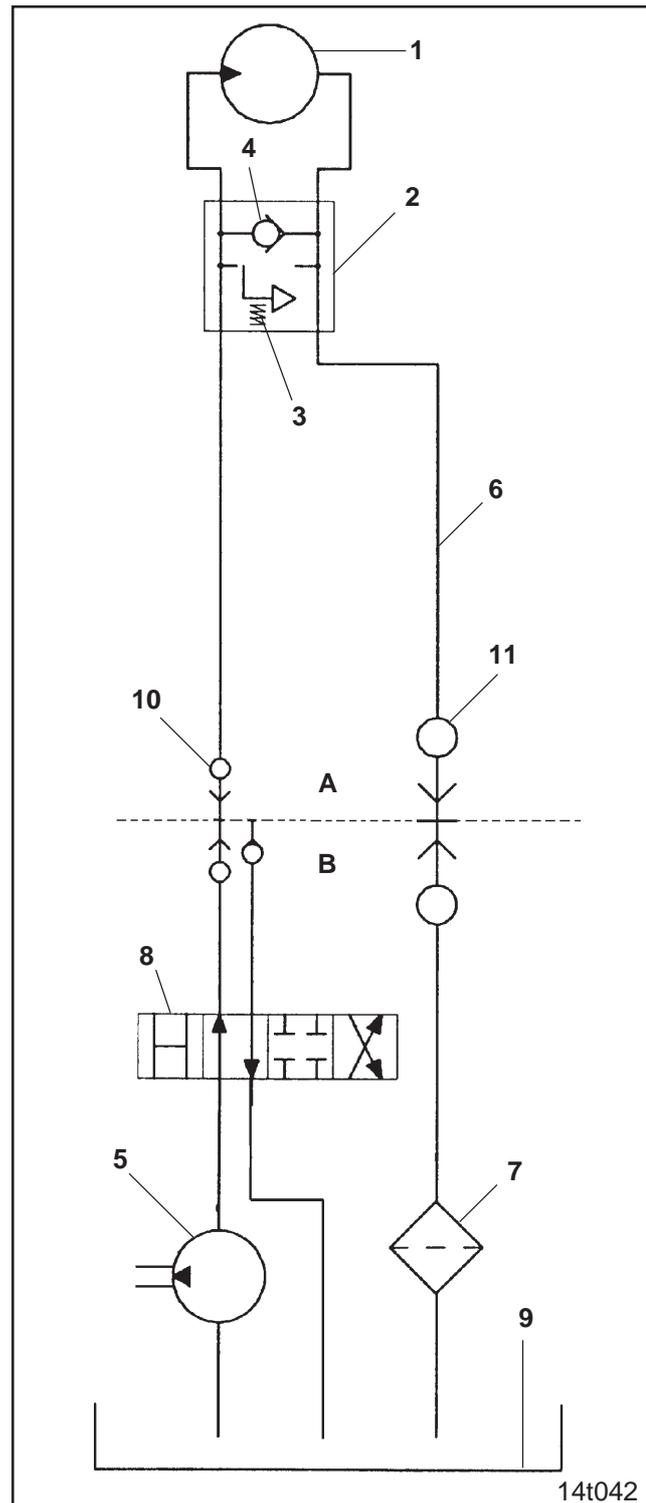
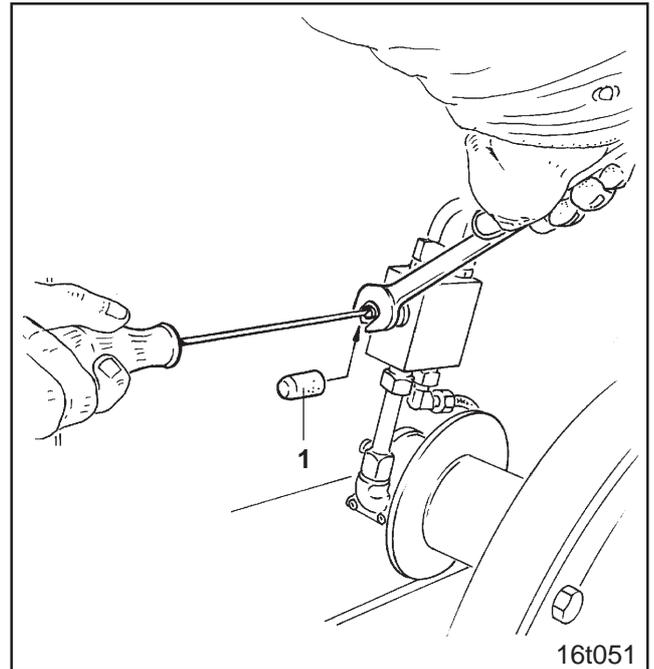

Fig. 7.2
Fig. 7.3
Pour pouvoir entraîner la turbine à l'aide d'un moteur hydraulique (fig. 7.2/1), raccordez ce dernier au circuit hydraulique du tracteur en vous basant sur le schéma de branchement fourni au chap. 7.2.
Réglez le régime de rotation de la turbine à l'aide de la valve de limitation de pression (fig. 7.3 et/ou fig. 7.2/3) ou à l'aide du régulateur de débit d'huile du tracteur (voir ci-dessous).
Pour régler le régime de la turbine au moyen de la valve de limitation de pression (fig. 7.3 et/ou fig. 7.2/3) :
- Ôtez le capuchon (fig. 7.3/1).
Après réglage, bloquez la valve à l'aide du contre-écrou et remettez en place le capuchon (fig. 7.3/1).
Pour les tracteurs possédant une pompe hydraulique à débit variable, le débit d'huile requis se règle au régulateur de débit d'huile du tracteur, et il faut régler la valve de pression (fig. 7.2/3) de telle manière que le débit d'huile soit le plus faible possible. En utilisant des débits d'huile plus élevés que nécessaire, la valve de pression dérive en retour dans le réservoir d'huile les quantités en excédant ce qui a pour effet d'échauffer l'huile du circuit inutilement.
| N° | Désignation (voir figure 7.2) |
Côté pression, le moteur hydraulique de la turbine (fig. 7.2/1) peut être raccordé à un distributeur simple effet ou double effet (fig. 7.2/8).
Pour éviter tout risque de dommage au moteur hydraulique de la turbine, la pression dans le circuit de retour (fig. 7.2/6) ne doit en aucun cas excéder 10 bar. Pour satisfaire à cet impératif, n'opérez pas le raccordement sur le distributeur (fig. 7.2/8), mais effectuez le raccordement sur un circuit de retour libre équipé avec une prise d'huile à débit plus élevé (fig. 7.2/11)! S'il s'avère
L'huile doit être acheminée en un point quelconque à condition de passer par une cartouche filtrante (fig. 7.2/7).
Le clapet anti-retour (fig. 7.2/4) a pour effet de permettre à la turbine de continuer à tourner dès que le distributeur (fig. 7.2/8) est fermé.
Un débit d'huile élevé combiné à une capacité réduite du réservoir d'huile favorise l'échauffement rapide de l'huile du circuit hydraulique. Le réservoir d'huile (fig. 7.2/9) devrait avoir une capacité de 60 litres au minimum. Si ce n'est pas le cas, il est indispensable en cas d'échauffement trop élevé, de faire équiper le tracteur avec refroidisseur d'huile par un atelier spécialisé.
Des débits élevés provenant de réservoirs d'huile de faible capacité ont pour effet de provoquer un échauffement rapide de l'huile du circuit hydraulique. La capacité du réservoir d'huile (fig. 7.2/9) devrait être telle qu'il puisse contenir au moins le double de volume d'huile débitée. En cas de trop forte élévation de la température de l'huile, il est nécessaire de faire monter un refroidisseur d'huile par un atelier spécialisé.
Des impuretés peuvent endommager le moteur hydraulique de la turbine (fig. 7.2/1) et la valve de limitation de pression (fig. 7.2/3). C'est pour cela qu'il faut veiller à ce que les raccords, utilisés pour brancher le moteur hydraulique à l'hydraulique du tracteur, soient propres afin d'éviter tout risque de souiller l'huile par l'introduction d'impuretés.